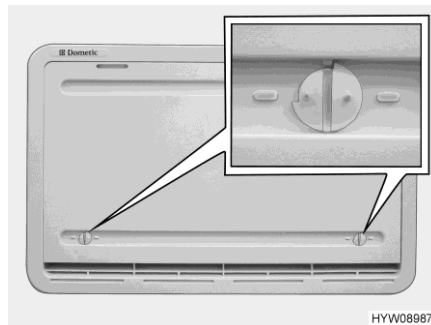

Fig. 247 Copertura invernale
Se il funzionamento del frigorifero avviene a basse temperature esterne, il produttore consiglia l'utilizzo di una copertura invernale (Fig. 247) per la griglia di aerazione del frigorifero.
- Aprire entrambi i bloccaggi (Fig. 247), la scanalatura risulterà orizzontale.